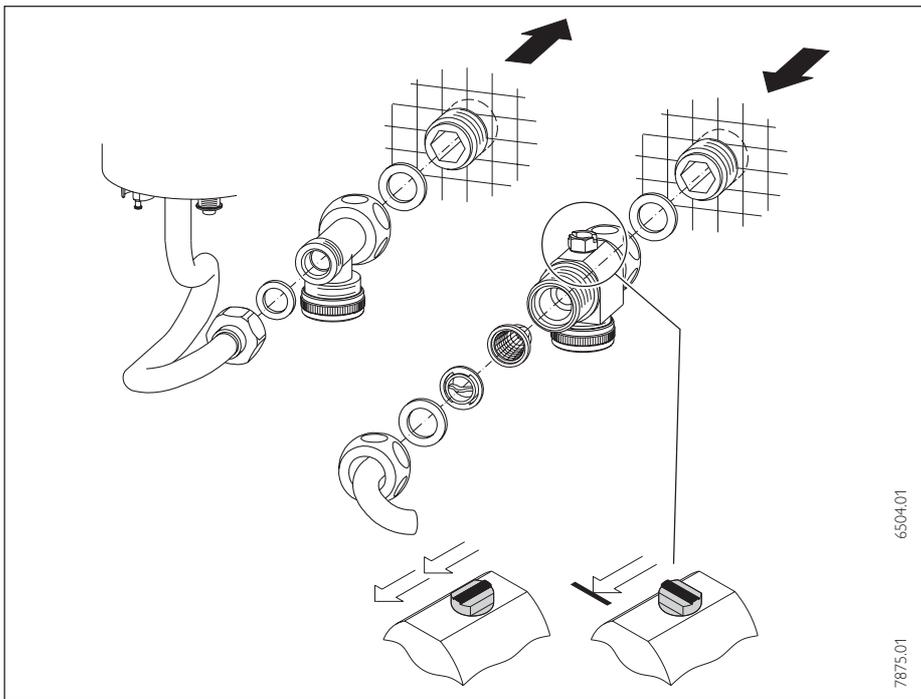

Abb. 10
- Wasseranschlußteile gemäß Abb. 10, 11, 12 installieren. Dabei Richtungspfeile beachten.
### Unterputz-Schraubanschluß (Abb. 10)
– Beiliegende Teile wie in Abb. 10 montieren.